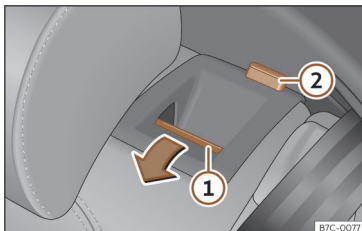

Abb. 87 Rücksitz: Rücksitzlehne vorklappen.
- Entriegelungstaste >>> (Abb. 87) ① nach vorn drücken und gleichzeitig die Rückenlehne umklappen. Die Rückenlehne ist entriegelt, wenn die rote Markierung des Tasters ② sichtbar ist.